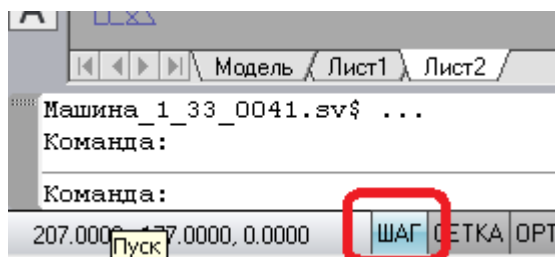

Рисунок 2.5
- в Строке состояния выполнить КПК на кнопке «ШАГ» (рис. 2.5).